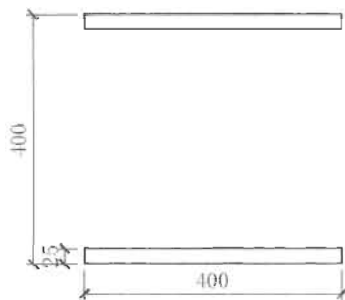

图 4-172
(3) 单击“修改”工具栏中的“复制”按钮, 将矩形垂直向上复制 375mm, 使两个矩形两边的距离为 400mm, 如图 4-172 所示。